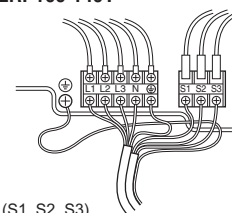

Fig. 6-2
6.1. Unità esterna (Fig. 6-1, Fig. 6-2)
- ① Rimuovere il pannello di servizio.
- ② Posizionare i cavi secondo la Fig. 6-1 e la Fig. 6-2.